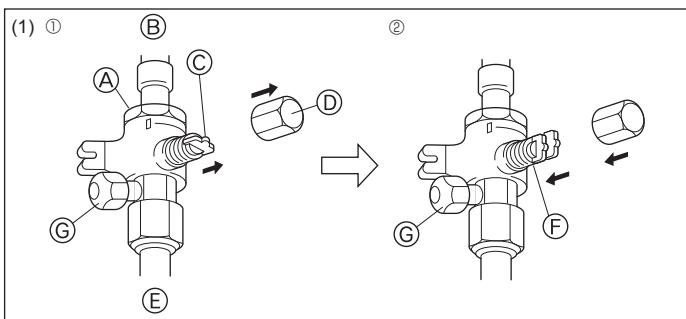

Fig. 4-12
- (A) (B) kapama vanalarının kapalı olduğundan emin olun ve açmayın.
- Sıvı kesme vanasının (A) ve gaz kesme vanasının (B) servis deliği (C) vasıtasisıyla soğutucu hatlarına basınç uygulayın.
- (1) 0,5 Mpa'a (5 kgf/cm²G) kadar basınç verin, beş dakika bekleyin ve basıncın düşmediğinden emin olun.
- (2) 1,5 Mpa'a (15 kgf/cm²G) kadar basınç verin, beş dakika bekleyin ve basıncın düşmediğinden emin olun.
- (3) 4,15 Mpa'a (41,5 kgf/cm²G) kadar basınç verin ve çevre sıcaklığını ve soğutucu basıncını ölçün.
- Basınç (2) ve (3) adımda düşerse, gaz kaçağı var demektir. Gaz kaçağının kaynağını araştırın.
- Gaz taraflı (Fig. 4-12)